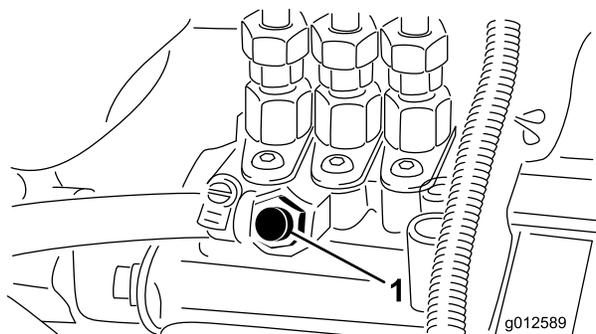

Figura 31
4. Aprite la vite di spurgo dell'aria, situata sulla pompa di iniezione del carburante (Figura 31).